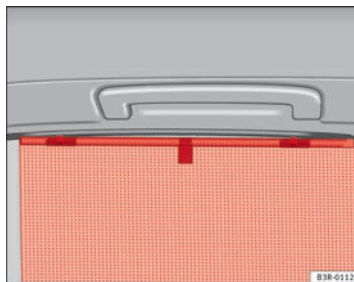

Abb. 100 Hochgezogenes Rollo an einer Fondtür
– Ziehen Sie das Rollo aus und hängen es in die Haken am oberen Türrahmen ⇒ Abb. 100.